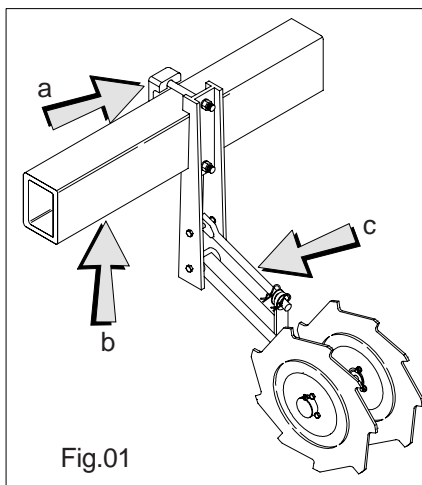

Fig.01
O protetor rotativo é utilizado no cultivo quando o terreno apresenta restos de cultura ou torrões, e tem a finalidade de proteger as plantas evitando que sejam encobertas (fig. 01).
A montagem do protetor rotativo é feita através da fixação da braçadeira de fixação "a" no tubo "b", com as distâncias entre linhas a serem cultivadas (01). A regulagem de pressão das rodas é feita através da haste "c" (fig. 01).